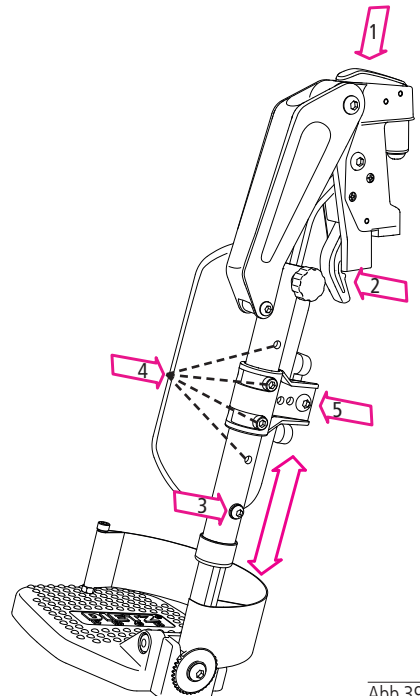

Abb.39
2. Zum Abschnwenken der Beinstütze betätigen Sie den Druckknopf (1, Abb. 39) oder ziehen den Verriegelungshebel (2, Abb. 39) nach vorne.
1. Lösen Sie die Sechskantschraube (3, Abb. 39) um ein bis zwei Umdrehungen. Das Rohr der Fußplatte ist nun frei und kann nach oben oder unten verschoben werden.
1. Lösen Sie die beiden Sechskantschrauben der Wadenpolsterhalterung (4, Abb. 39).
3. Für die Tiefeneinstellung lösen Sie die Sechskantschraube (5, Abb. 39).